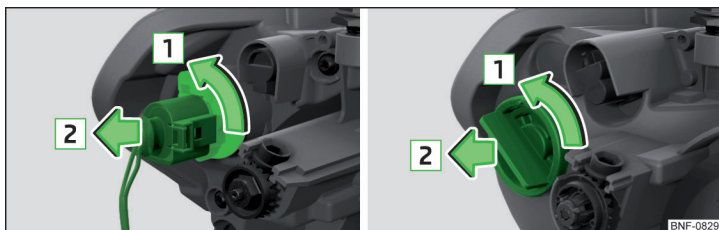

Fig. 177 Înlocuirea becului luminii de semnalizare față: Varianta 1/varianta 2
- › Rotiți soclul împreună cu becul până la limită, în sensul săgeții **1** » fig. 177.